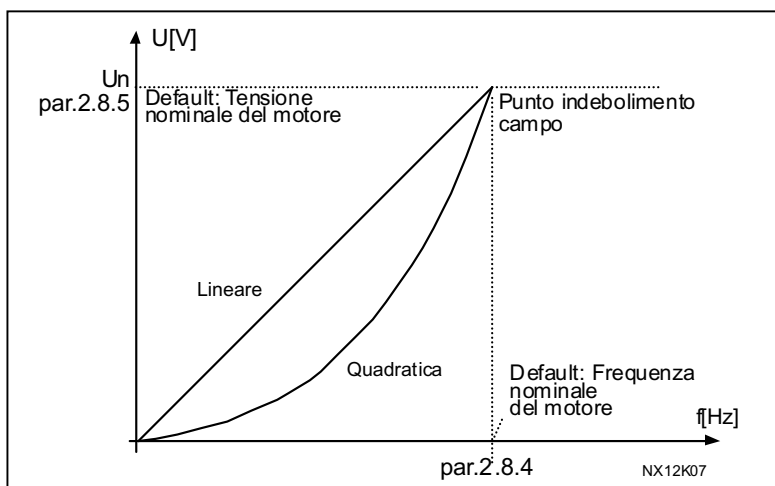

Figura 4-11 Variazione lineare e quadratica della tensione del motore
- 0** Lineare: La tensione del motore varia nel modo indicato in Figura 4-11
La tensione del motore varia nel modo indicato in Figura 4-11. Il motore funziona con magnetizzazione ridotta al di sotto del punto di indebolimento campo e produce meno coppia e meno rumore elettromeccanico. Il rapporto V/f quadratico può essere utilizzato in quelle applicazioni in cui la richiesta relativa alla coppia del carico è proporzionale al quadrato della velocità, ad esempio nelle pompe e nei ventilatori centrifughi.